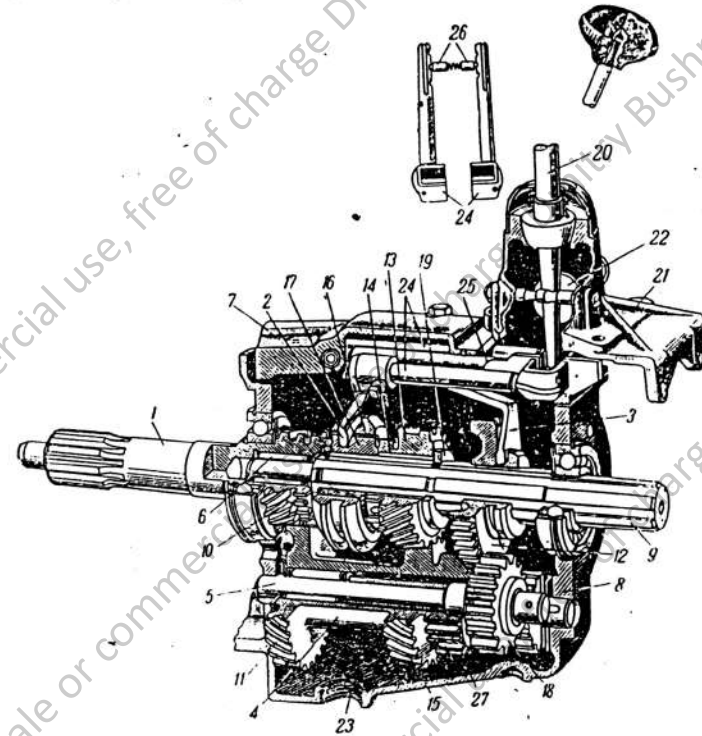

Рис. 29. Коробка передач:
Коробка передач двухходовая, имеет три передачи вперед и одну назад (рис. 29).
Колонка 21 (рис. 29) рычага переключения шестерен коробки расположена отдельно от нее на поперечине рамы, чем обеспечивается покойное положение рычага при колебании двигателя.
6. Раз в год смазывать несколькими каплями автола шаровую опору рычага 20 (рис. 29) в колодке.